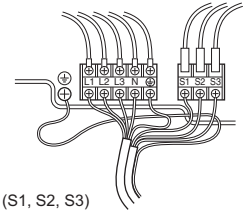

Fig. 6-2
6.1. Unidad exterior (Fig. 6-1, Fig. 6-2)
- ① Extraiga el panel de servicio.
- ② Tienda los cables de acuerdo con la Fig. 6-1 y Fig. 6-2.